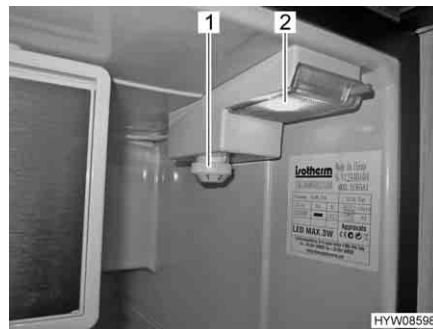

Bild 70 Bedienelement
- Den Temperaturregler (Bild 70,1) im Uhrzeigersinn von Stellung "0" auf Stellung "1" drehen. Das Gerät ist eingeschaltet, die Innenbeleuchtung (Bild 70,2) brennt.
- Den Temperaturregler (Bild 70,1) entgegen dem Uhrzeigersinn auf Stellung "0" drehen. Dabei muss ein leichter Widerstand überwunden werden.
- Temperatur am Temperaturregler (Bild 70,1) einstellen.